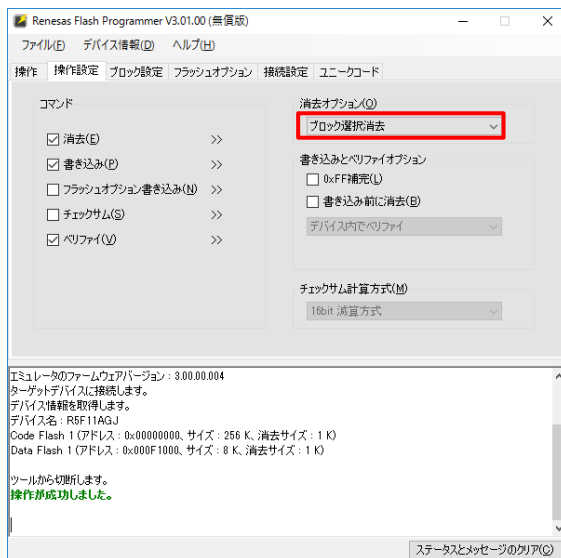
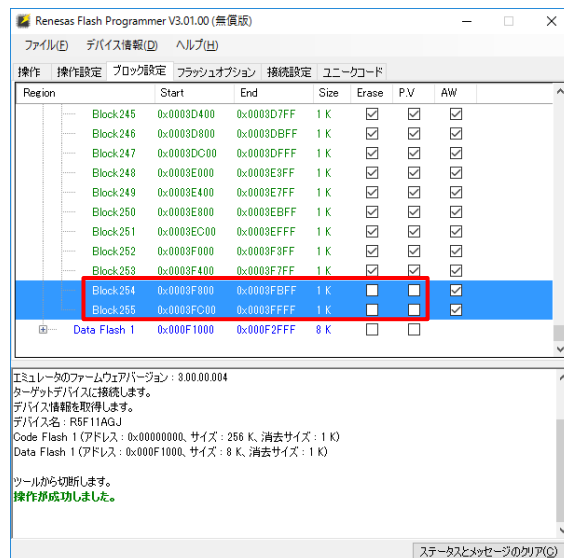

図 3-3 操作設定タブ
図 3-4 ブロック設定タブでの設定
- (3) 操作設定タブにて、消去オプションがブロック選択消去であることを確認します（図 3-3）。また、ブロック設定タブにて、図 3-4 の通り[Code Flash1]の[Block254]と[Block255]のチェックを外します。詳細は参考文献[2]を参照してください。